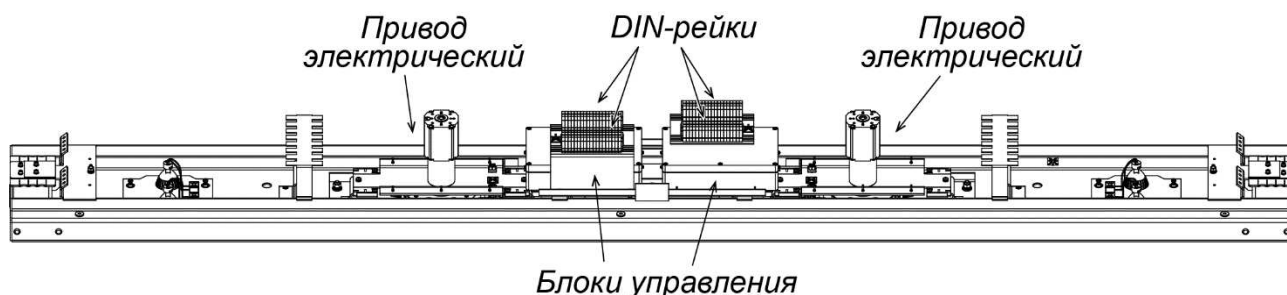

Рисунок 3. Вид балки привода турникета PERCo-RTD-20.1 без крышки
В модификации турникета **PERCo-RTD-20.1** в исполнительных механизмах применены электроприводы роторов (см. рис. 3). Электропривод в режиме *однократного прохода* после начала прохода через турникет и поворота вручную ротора на угол  $>12^\circ$  автоматически доворачивает ротор в том же направлении до исходного (закрытого) положения ротора. В режиме *свободного прохода* электропривод включается только для торможения створок около исходного положения.
**Блок управления** (см. рис. 3 и 4) каждого ИУ выполнен в виде отдельной платы в закрытом пластиковом корпусе. Он осуществляет управление ИУ в соответствии с алгоритмом и поступающими командами управления.
Для удобства подключений все внешние соединения блока управления выведены на DIN-рейку (см. рис. 3 и 4, табл. 1), расположенную на кронштейне над блоком управления внутри балки привода. Подводка кабелей от внешних устройств к DIN-рейкам возможна двумя способами: